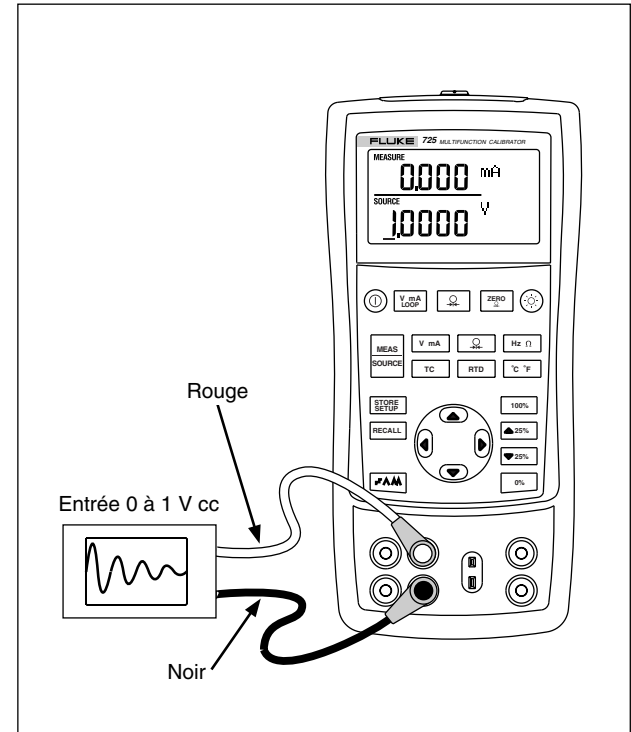

Figure 22. Calibrage d'un enregistreur graphique
1. Raccordez les cordons de test à l'instrument contrôlé conformément à la figure 22.